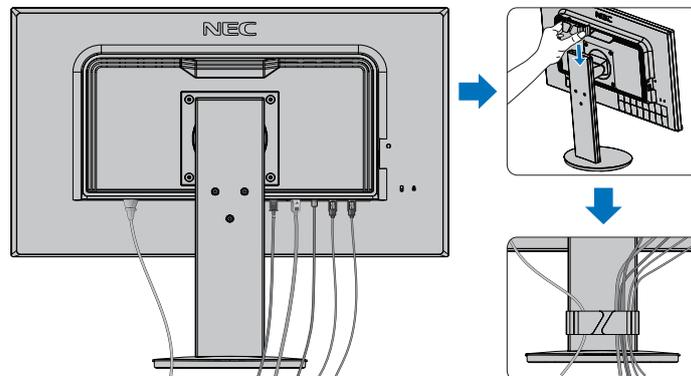

Figure 4
4. Fixez le serre-câble au socle (**Figure 4**).